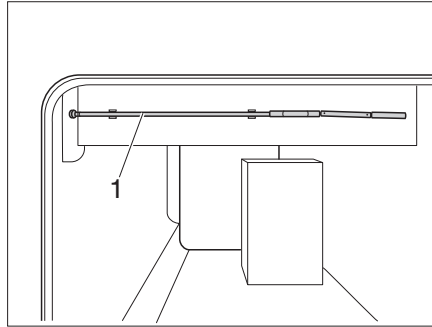

Fig. 150 Manivelle de réglage en hauteur
- Sortir la manivelle (Fig. 150,1) de son support.